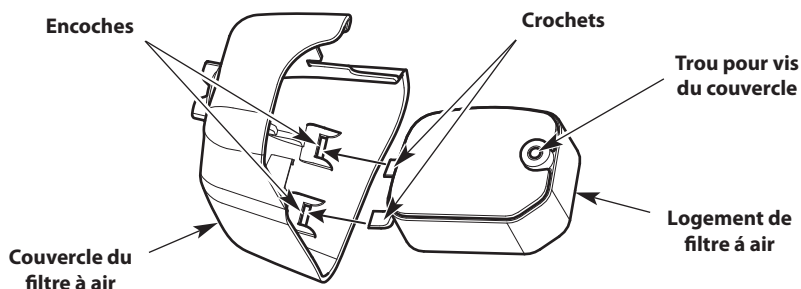

Fig. 18
7. Insérer les crochets sur le boîtier du filtre à air en fonction des encoches de son couvercle (Fig. 18).
8. Basculer le couvercle du filtre à air vers la droite et aligner la vis du couvercle avec le trou de la vis (Fig. 18). Serrez la vis du couvercle, de manière à immobiliser le couvercle du filtre à air.